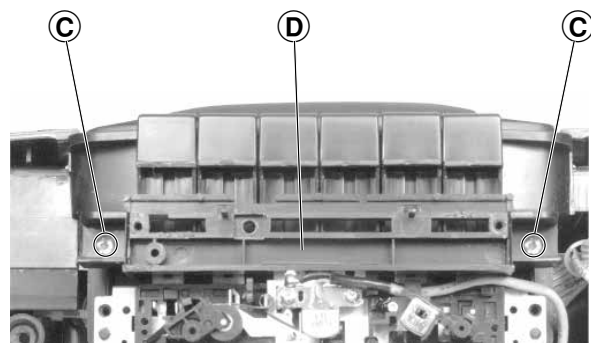

Fig. 3
- 2 Schrauben **C** (Fig. 3) herausdrehen.
- Undo 2 screws **C** (Fig. 3).